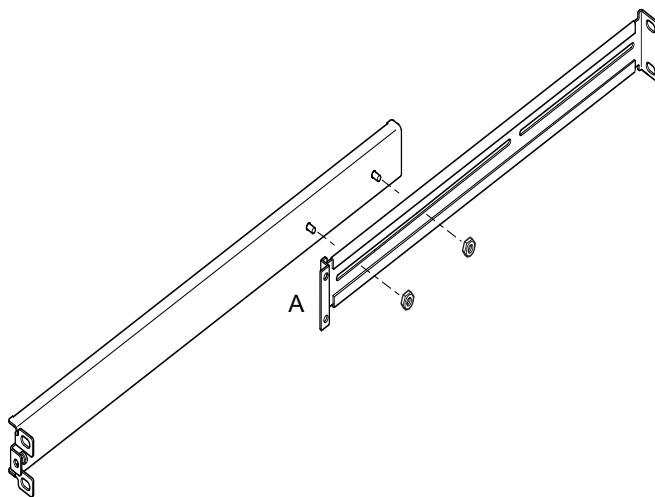

图 5-3 为标准 19 英寸宽机架定位滑板底座
- 对于 19 英寸宽机架，双角吊耳 (A) 必须定位到前部 (请参见图 5-3)。